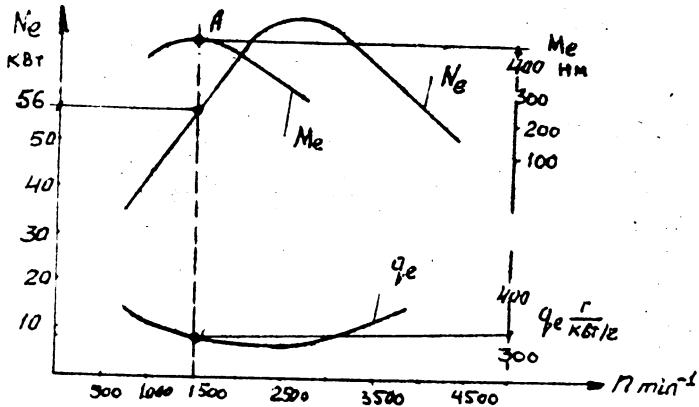

Рисунок 1.1. Внешняя скоростная характеристика автомобильного двигателя
1.13 Определить максимальную тяговую силу, мощность на колесах, скорость, которую развивает автомобиль, двигаясь по влажной грунтовой дороге ( $\phi = 0,3$ ) на прямой передаче, если передаточное число главной передачи 6,45; КПД трансмиссии  $\eta_{tp} = 0,85$ . Нагрузка на задний мост равна 58750 Н, размер шин 260-508. Сможет ли автомобиль в заданных условиях реализовать максимальную тяговую силу? При решении используйте внешнюю скоростную характеристику (см. рисунок 1.1.).